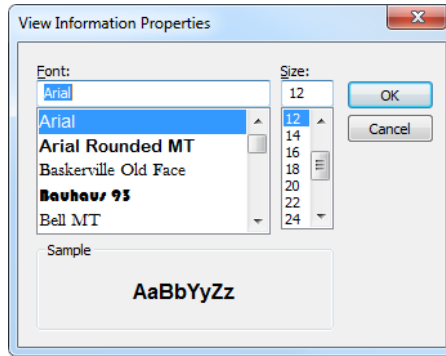

Figure 4-55 Boîte de dialogue View Information Properties
8. Sélectionnez la **Font** et la **Size** des lectures dans la boîte de dialogue **View Information Properties** (voir la Figure 4-55 à la page 296), et puis cliquez sur **OK**.